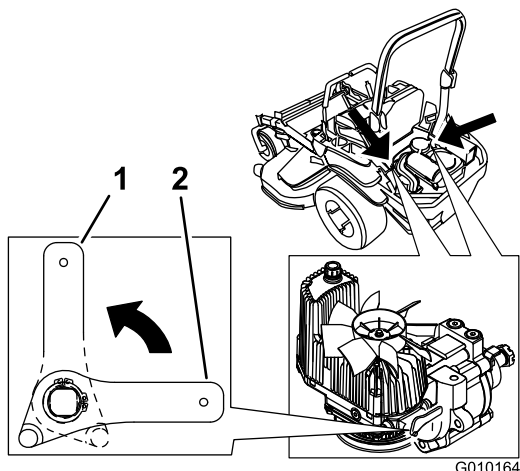

Bild 36
Pumpe vorbei direkt zu den Rädern fließen, die sich daraufhin drehen können (Bild 36).
4. Stellen Sie die Ablassventilhebel zum Schieben der Maschine horizontal (Bild 36).